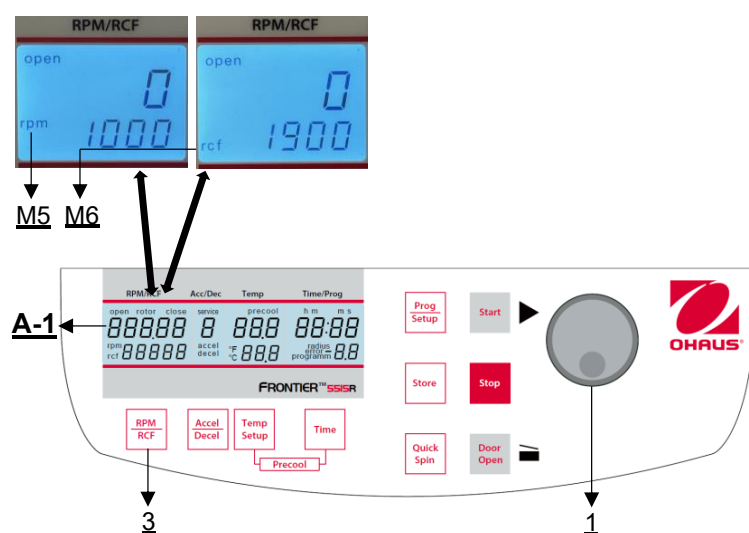

Figure 15
La présélection est activée par la touche **"RPM | RCF"** (3) (voir Figure 15). En appuyant une fois sur la touche, le mot **"rpm"** (M5) clignote. En appuyant deux fois sur la touche, la présélection des forces centrifuges peut être sélectionnée. Le mot clignotant **"rcf"** (M6) apparaît alors. Vous pouvez régler les valeurs souhaitées à l'aide du bouton de réglage (1). Sur l'écran (A-1), la valeur réglée est affichée en permanence, avant, pendant et après la course.